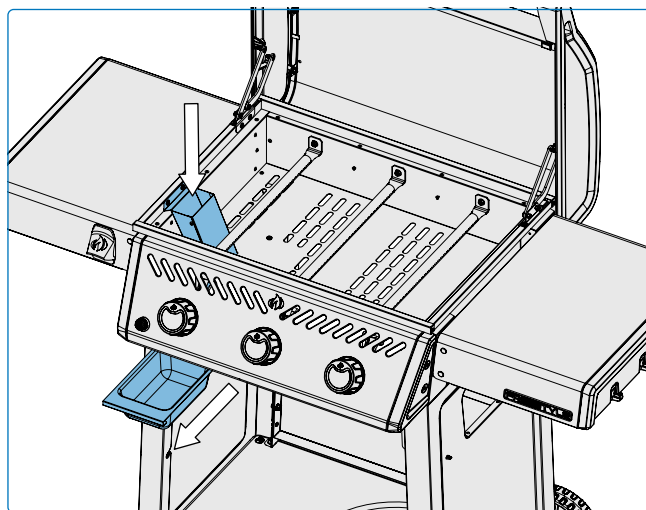

Fig. 27
4. Después de limpiar, vuelva a instalar el canal de grasa y asegúrelo con los sujetadores (**Fig. 27**).